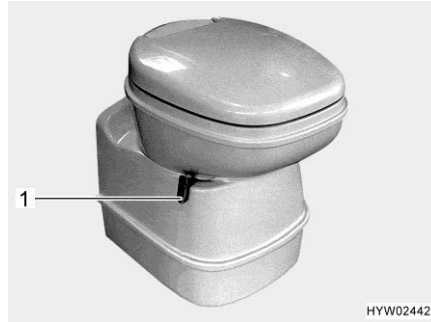
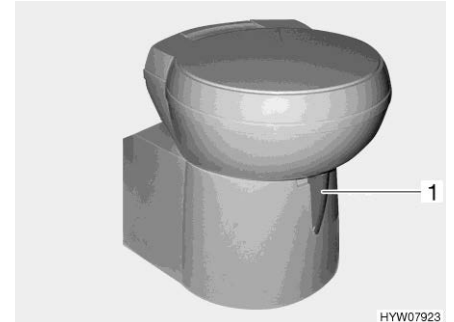

Fig. 291 Tazza del WC Thetford, orientabile
Fig. 292 Tazza del WC Thetford, orientabile (alternativa)
- Prima di tirare l'acqua, aprire il cursore della toilette Thetford. A tal fine girare la leva del cursore (Fig. 291,1 o Fig. 292,1) in senso antiorario.